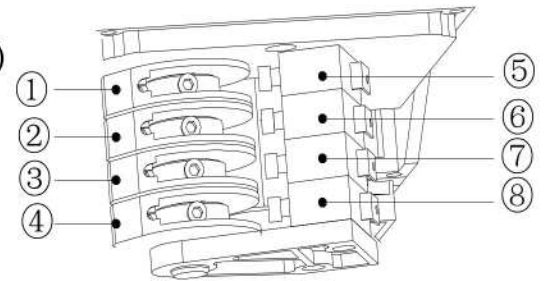

Fig.9
- **Estructura de los Límites (Fig.9)**